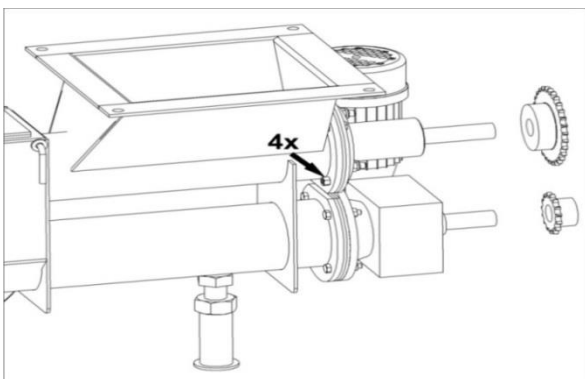

Fig 13. Scoaterea axului superior
- Deșurubați cele patru șuruburi de pe flanșă (vezi Fig 13).